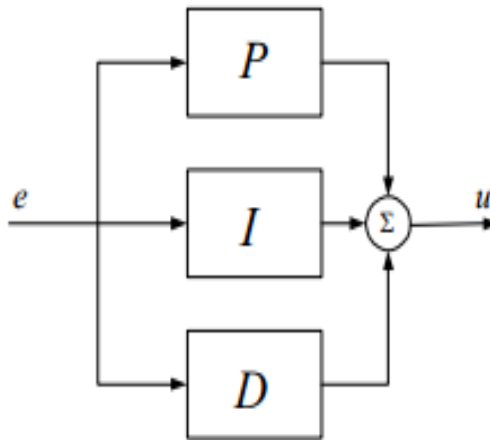

Figura 4. Forma paralela controlador PID.
La expresión (5) representada en diagrama de bloques se encuentra en la Figura 4: